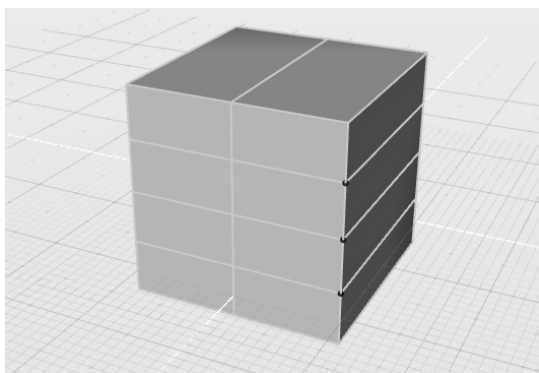

图 6-56 一次性切分 3 条循环边
4) 在多边形的任意边上进行切分, 可一次性绘制 3 条循环切割边, 如图 6-56 所示, 按空格键确认。